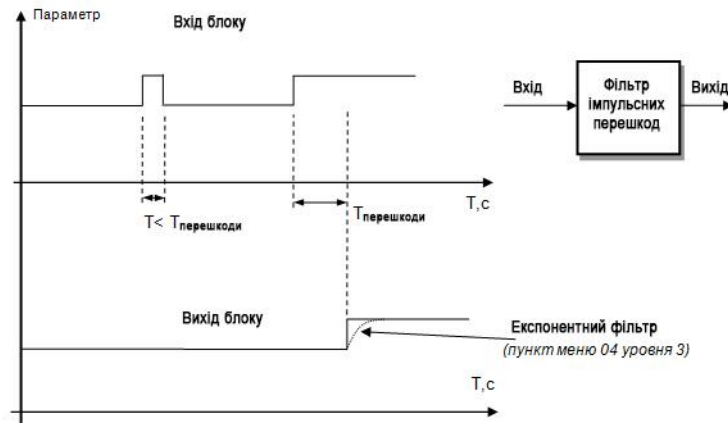

Рисунок 3.6 – Принцип роботи фільтра імпульсних перешкод та експоненційного фільтра
1. **Фільтр імпульсних перешкод.** Використовується для придушення імпульсних перешкод. Визначається параметром 3.05 "Максимальна тривалість імпульсної перешкоди". Якщо якомусь циклі вимірювання технологічного параметра виявлено його зміна, то передбачається можливість дії перешкоди і вихідний сигнал сформується (з урахуванням усереднення вимірювальних значень) після закінчення встановленого часу тривалості перешкоди. Тобто, якщо тривалість зміни сигналу більша за заданий $T_{перешкоди}$, то ця зміна розцінюється як природна і приймається в подальшу обробку із затримкою часу $T_{перешкоди}$ (рисунок 3.6). Робота даного фільтра вносить додаткове транспортне запізнення в систему регулювання, яке дорівнює величині параметра "Максимальна тривалість імпульсної перешкоди". Тому завжди потрібно прагнути мінімізувати цей параметр.
4. **Експонентний фільтр** (рисунок 3.6). Фільтр використовується для придушення перешкод, а також для придушення «брязкоту» індикації (часті зміни показання індикатора через коливання вхідного сигналу). Визначається параметром 3.04 "Постійна часу цифрового фільтра".